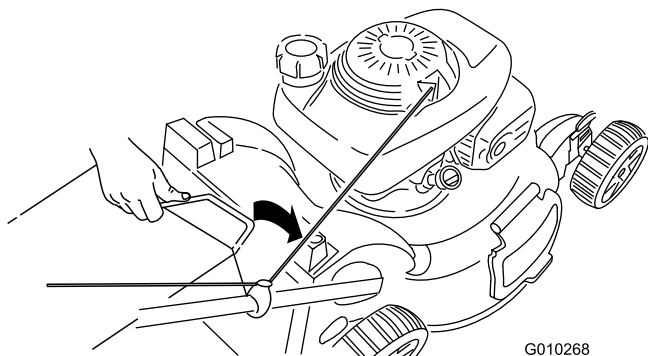

Figure 27
3. Insérez la poignée du bac à herbe dans les rainures en haut de la machine (Figure 27).